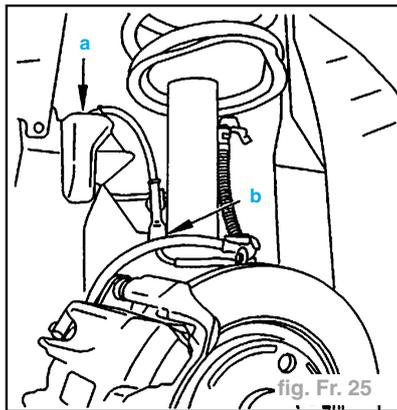

fig. Fr. 25
- Dégrafer le faisceau en "a" et "b" (fig. Fr. 25).